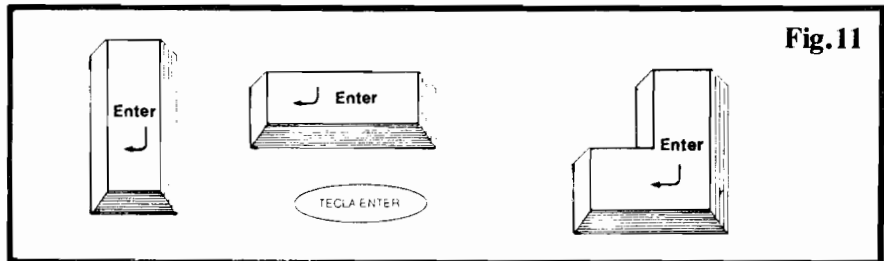

Fig. 11
- **FIG. 11 - A TECLA "ENTER"** - Sempre em um dos formatos ou marcações mostrados na figura, essa é a tecla mais frequentemente usada (entre as especiais...). Funciona também como um "retorno de carro" em máquina de escrever, mas tem, num **PC**, a função de "mandar fazer", ou seja: avisar o computador para **executar** o comando eventualmente já digitado (e mostrado na forma de uma linha, na tela do monitor...).